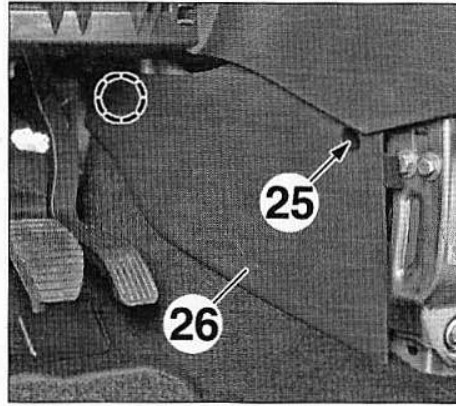

FIG.20
- De chaque côté (Fig.20) :
- Déposer la vis (25).
- Dégrafer et déposer la garniture latérale de console centrale (26).